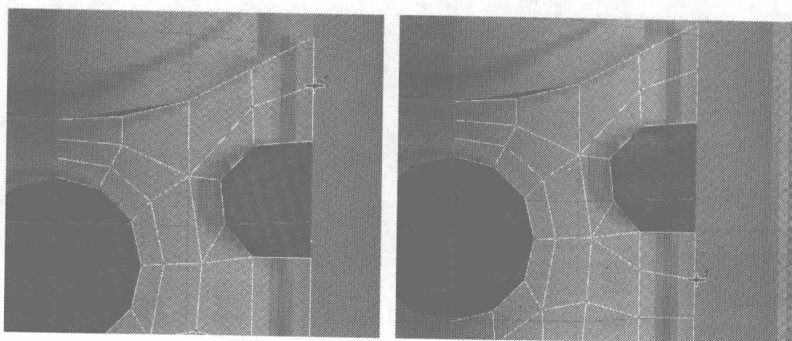
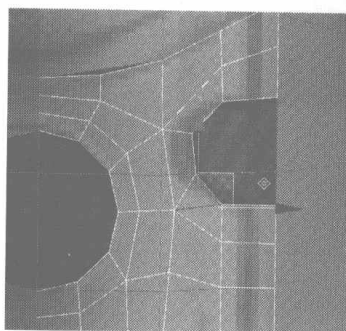

图 3.96
图 3.97
- 12** 在小按钮孔的上面与下面用 Cut 命令分别添加如图 3.96 所示的曲线，再用 Remove 命令将如图 3.97 所示的边线删除。